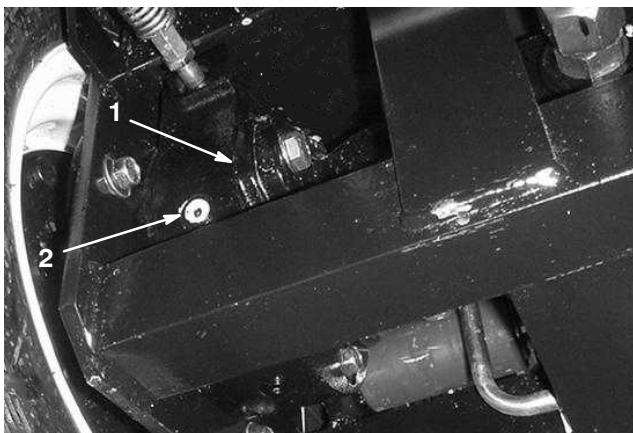

Figure 7
2. Enlevez le bouchon du train planétaire (Fig. 6) et le bouchon de contrôle à l'arrière du frein (Fig. 7). L'huile doit atteindre la base de l'orifice du bouchon de contrôle.